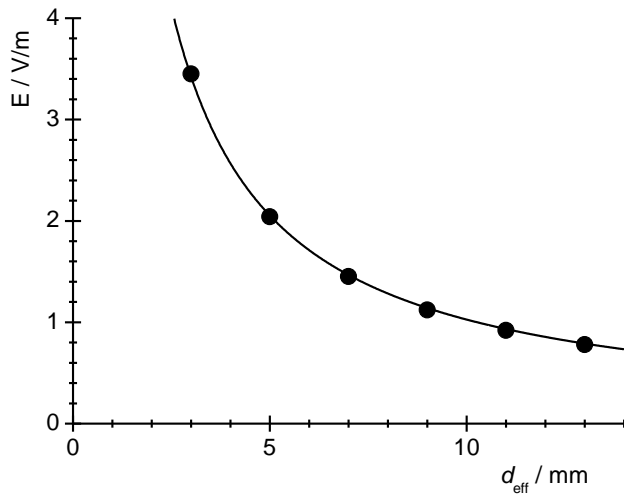
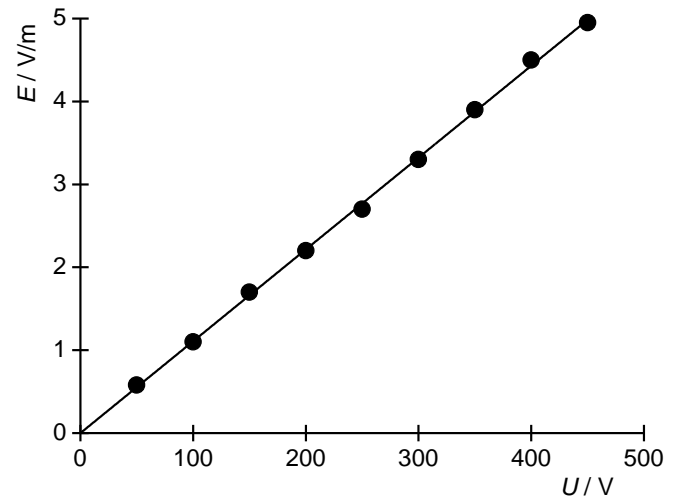

Fig. 3: Intensidad de campo eléctrico del condensador de placas en función de la distancia entre ellas con una tensión de $U = 100$ V.
Fig. 4: Intensidad de campo eléctrico del condensador de placas en función de la tensión U aplicada con una distancia $d_{\text{eff}} = 10$ mm.
- En concordancia con la ecuación (2), se ha confirmado la dependencia hiperbólica entre la intensidad de campo eléctrico y la distancia efectiva entre placas (fig. 3) al igual que la dependencia lineal con la tensión aplicada (fig. 4).